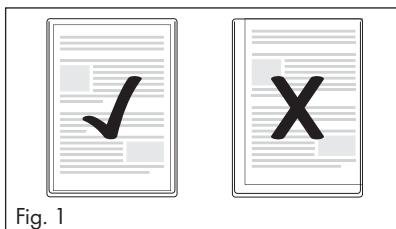

Fig. 1
- Tenga en cuenta que todos los bordes del documento deben estar a una distancia mínima de dos milímetros con respecto al borde de la funda de plástico de la manera indicada en la fig. 1.